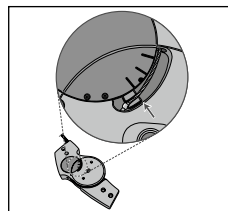

Fig. 5
3. Efter fjernelse af dækpladen kontrolleres det, om den øvre side af løftestangarmen (som holder satellitkablet) er parallel med den nederste af de tre markeringer på funktionsenheden (**se fig. 5**).
12. Kontroller igen den korrekte position (Mode 3) af løftearmen i leddets funktionsenhed (**se fig. 5**).